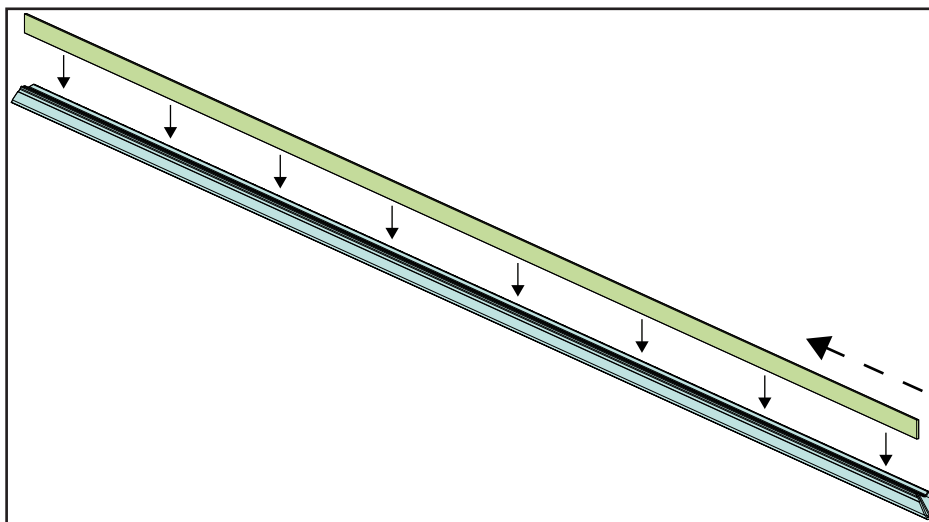

Fig. 13
1. *Enfoncez le ruban d'espacement côtés droit et gauche dans les joints d'étanchéité profilés (fig. 13 à 15).*